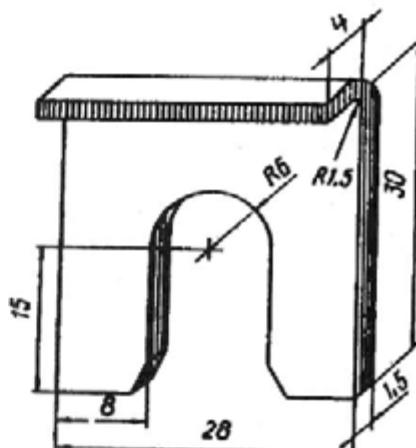

Рис. 189. Скоба для регулировки угла продольного наклона оси поворота
3. Выверните болты 2 настолько, чтобы можно было вставить дополнительную скобу (рис. 189) между колодкой 7 (рис. 135) и регулировочными прокладками 6.